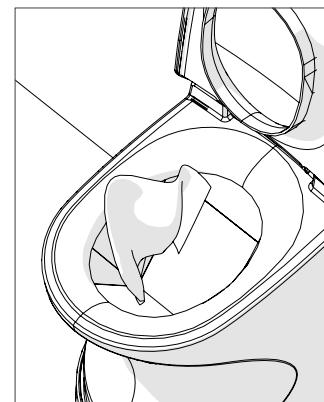

Abbildung 8
- Reinigen Sie die Beutelschüssel mit einem weichen Tuch (Abbildung 8). Verwenden Sie bei Bedarf Papiertücher, die nach der Reinigung in die Brennkammer fallen gelassen werden können. Schließen Sie den Toilettendeckel, wenn Sie fertig sind. Die Luke zur Brennkammer schließt sich.